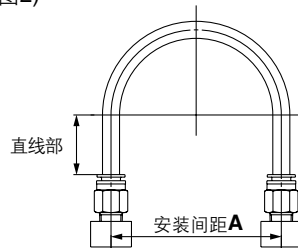

图1 推荐配管图
① 在快换管接头上配管时, 请按图1的推荐配管条件, 保持管子长度有余量。